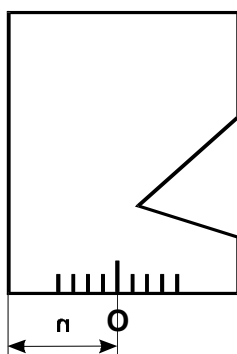

Рисунок 5.4
5.2.6 Если продолжить линию риски СО-3 на ПЭП, то получим точку О выхода луча, которая, обычно, отмечается на боковой поверхности корпуса ПЭП (см. Рисунок 5.4).
5.2.7 По найденной точке выхода луча О определяют стрелу n (Рисунок 5.4) как расстояние между точкой О и передней гранью ПЭП.
Если продолжить линию риски 0 Рисунок 5.7 на ПЭП, то получим точку O выхода луча, которая, обычно, отмечается на боковой поверхности корпуса ПЭП (см. Рисунок 5.4).
По найденной точке выхода луча O определяют стрелу n (Рисунок 5.4) как расстояние между точкой O и передней гранью ПЭП.